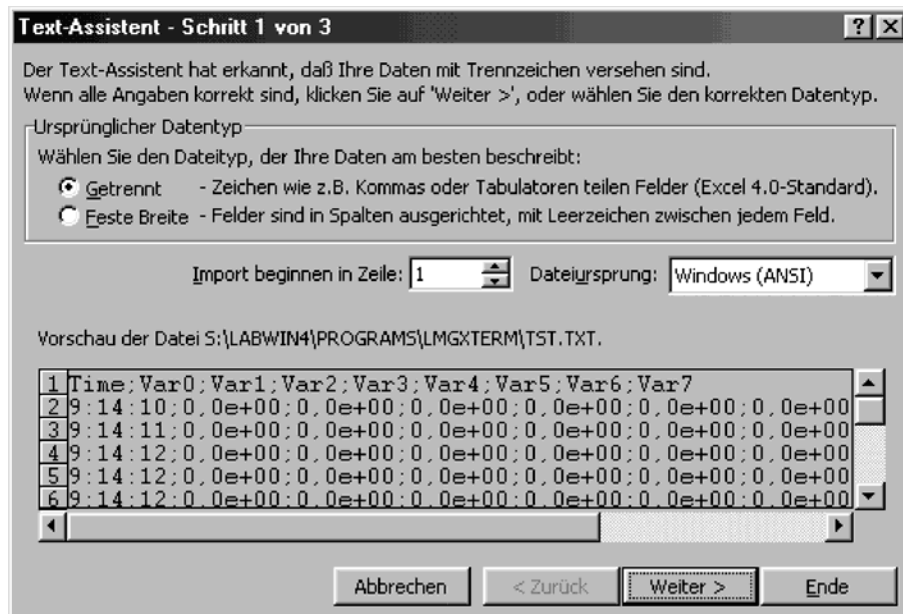

Abbildung 19a
4. Den Hinweisen des Text-Assistants folgen (Abb. 19a). Dabei ist folgendes zu beachten: